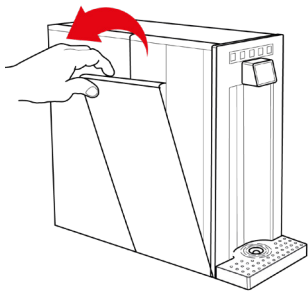

Fig. 1-13
22.1 – Mantenere l'apparecchio verticale con una mano e con l'altra tirare il pannello laterale sinistro della macchina verso l'esterno fino a completa estrazione, vedi Fig 1.13